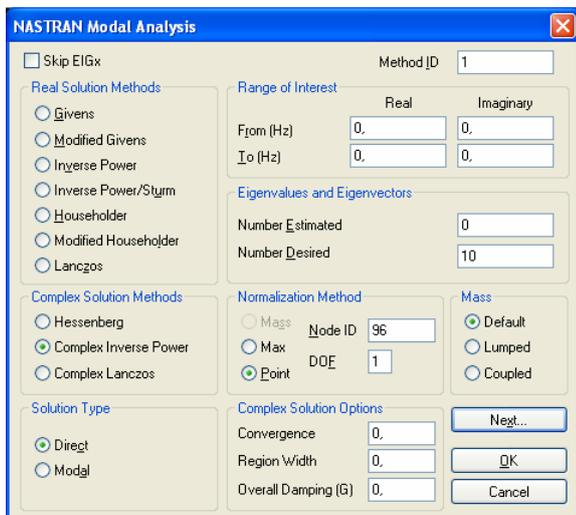

Рис.7.3. Диалоговая панель для изменения параметров частотного анализа
- „Freq for Overall Damping (W3)” – частота ω (в герцах) для преобразования общего коэффициента **G** структурного демпфирования по формуле $G = (2C/C_o) \cdot (\omega/\omega_o)$, где ω_o – частота собственных колебаний. Обычно величину ω задают близкой к первой собственной частоте. Эта характеристика для краевых задач (см. табл. 4.2) типа 110 может быть установлена на панели „NASTRAN Modal Analysis” в поле „Overall Damping (G)” (см. рис.7.3 с пояснениями в Разделе 7.3.1), а для задач типа 111 (4..Frequency/Harmonic Response) – на панели „Load Set Options for Dynamic Analysis” в поле „Overall Structural Damping Coeff (G)” (см. рис.7.1-а), что вызывается командой **Model→Load→Dynamic Analysis...**;
Для подраздела „**NASTRAN Modal/Buckling**” вызывается панель „**NASTRAN Modal Analysis**” (см. рис.7.3). На ней можно: